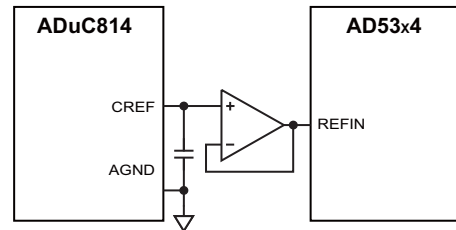

图3 使用ADuC814基准输出
- ADuC814提供一个片上2.5 V精密带隙基准。该2.5 V内部基准电压经工厂校准，绝对精度为 $2.5V \pm 2.5\%$ 。如果将该内部基准电压用于AD53x4，则应在CREF引脚至AGND处进行缓冲，如图3所示。采用5 V电源供电时，该内部基准电压的典型噪声性能为 $150 \text{ nV/Hz}@1 \text{ kHz}$ ，直流噪声峰峰值为 $100 \text{ mV}$ 。